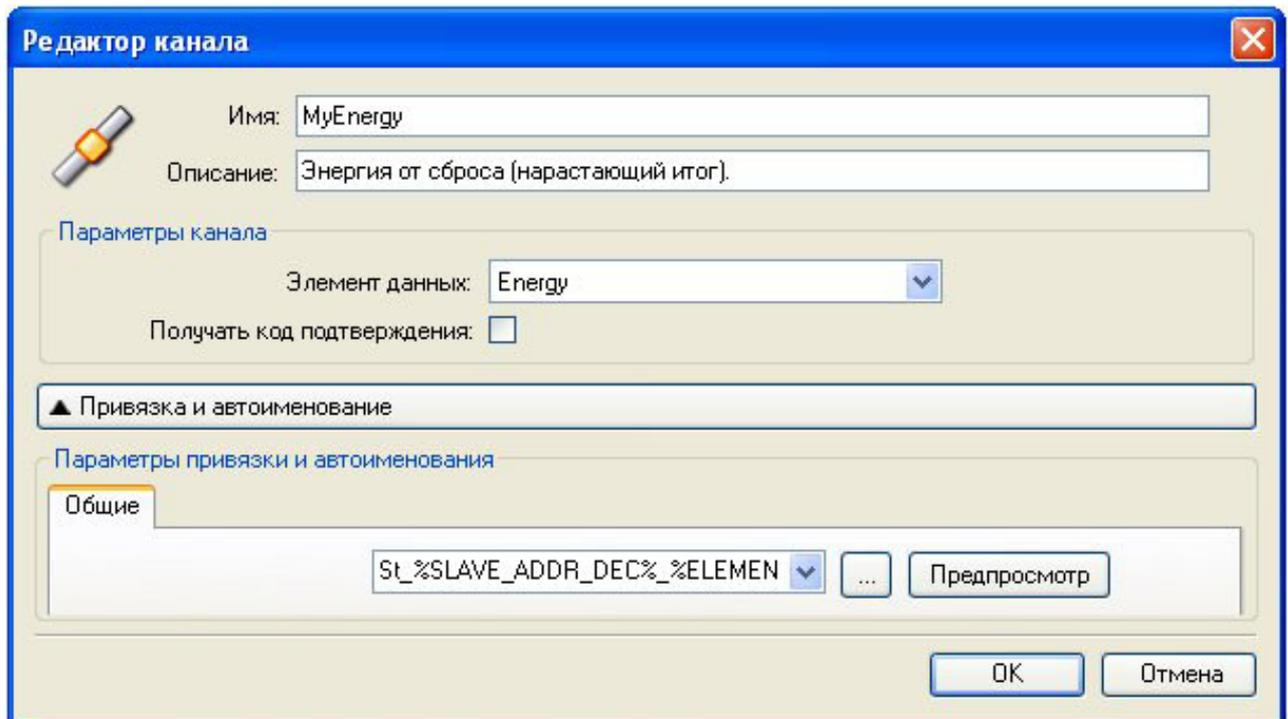

Рисунок 3.46 – Модуль SET4TM (PSN4TM). Создание канала
- 4 В окне **"Редактор канала"** (рисунок 3.46) в поле **Имя:** задать имя канала, в поле **Описание:** текстовое описание канала.